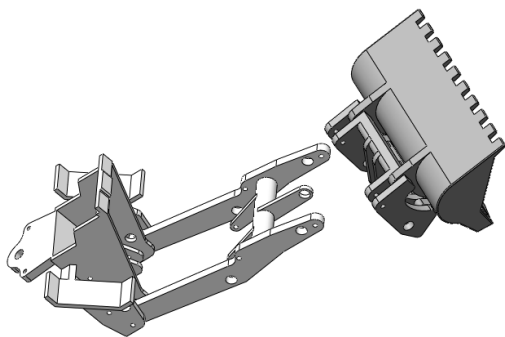

图 13-83 旋转铲斗
4) 旋转装配体。单击“装配体”控制面板中的 (旋转零部件) 按钮, 或者执行“工具”→“零部件”→“旋转”命令, 系统弹出的“旋转零部件”属性管理器, 如图 13-83 所示。